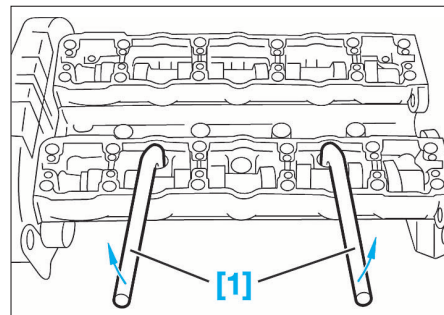

FIG. 32
- [1]. Levier de décollement de la culasse (ref : 149-T) (Fig.32).
- Basculer et décoller la culasse à l'aide des leviers [1] (Fig.32).